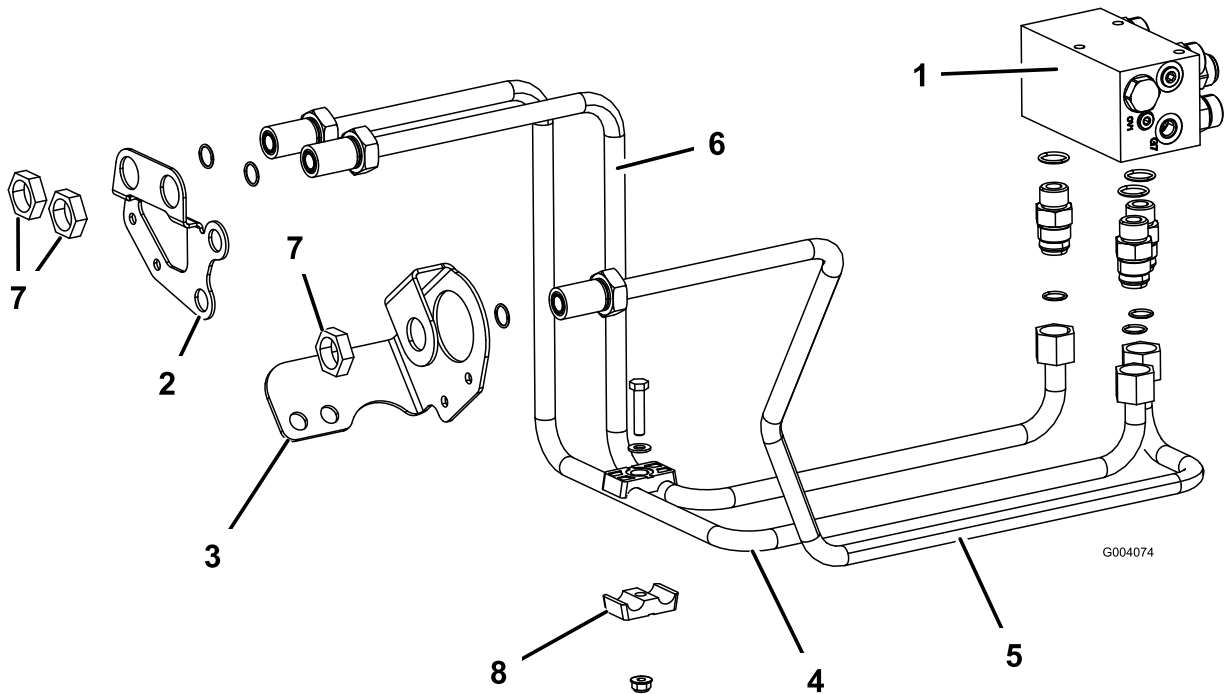

図 10
1. 油圧チューブ P/N 108-7624 を、左側マニホールドフィッティングの RF というラベルのついたフィッティングから、右側フレームのバルクヘッドブラケットの右側の穴に配設する 図 10。
2. この油圧チューブの後部をマニホールドのフィッティングに固定し、前部をバルクヘッドブラケットに、ロックナット 1-5/16" で固定する 図 10。
3. 油圧チューブ P/N 108-7626 を、中央マニホールドフィッティングの REV というラベルのついたフィッティングから、左側フレームのバルクヘッドブラケットの穴に配設する 図 10。
5. 油圧チューブ P/N 108-7625 を、右側マニホールドフィッティングの LF というラベルのついたフィッティングから、右側フレームのバルクヘッドブラケットの左側の穴に配設する 図 10。
7. 右側バルクヘッドのライン2本を、チューブクランプ、ボルト 5/16 x 1 1/2"、平ワッシャ 5/16"、フランジナット 5/16" で固定する 図 10。